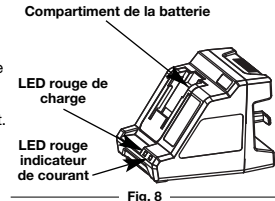

Fig. 8
- Le LED rouge, indicateur de courant, s'allumera (Fig. 8).
- Vérifiez que le chargeur soit complètement inséré dans le chargeur en vous assurant que le LED rouge de chargement s'allume (Fig. 8).